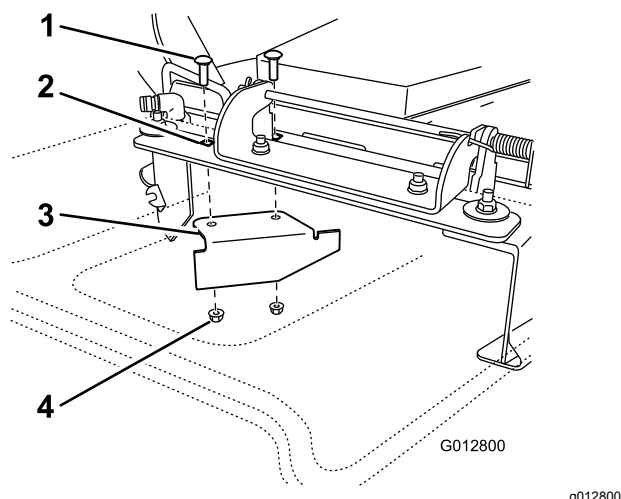

Figure 32
11. Trouvez le déflecteur incliné dans le sachet des pièces détachées. Retirez les fixations des trous arrière de la plaque d'éjection. Montez le déflecteur sur l'ouverture d'éjection latérale sur le plateau de coupe (Figure 32).